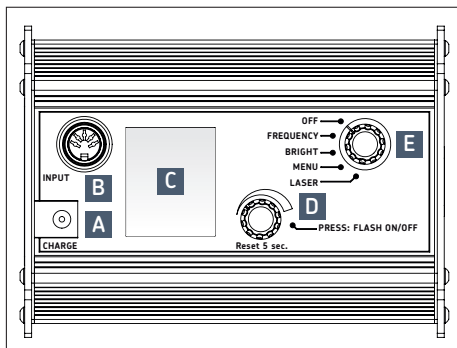

Fig.1 – Stroboscopio SKF TKRS 41
### 5.1 Prese (→ fig. 1)
1. Caricare il dispositivo: collegare il caricabatterie alla presa CHARGE (A) collocata nella parte posteriore del dispositivo (→ fig. 1).
2. Puntare il dispositivo su un elemento in movimento e accenderlo. Ruotare il selettore (E) verso sinistra su "FREQUENCY".